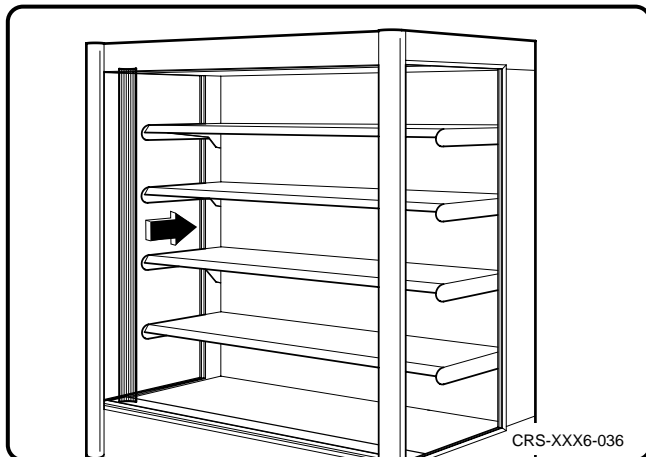

Fig. 6
- Quitar completamente el recubrimiento (véase la fig. 6).
- Retire toda a cobertura (ver fig. 6).
- Afdekking geheel verwijderen (zie afb. 6).